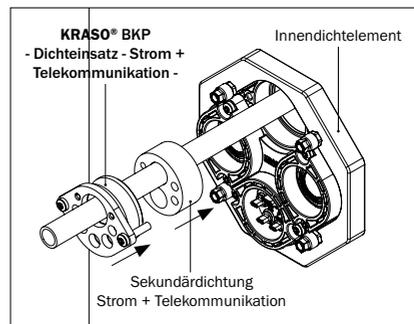

Abbildung 14.4: KRASO® BKP - Dichteinsatz - Strom + Telekommunikation - und Sekundärdichtung Strom + Telekommunikation
- Schieben Sie den **KRASO® BKP - Dichteinsatz - Strom + Telekommunikation** - mit der Gummidichtung voraus über die Medienleitung(-en) bis in das Innendichtelement des **KRASO® Bauherren-Komfortpakets - Wand**. Beachten Sie, dass die Schraublöcher am Dichteinsatz und die Kernlöcher im Innendichtelement übereinander liegen (s. Abbildung 14.4).